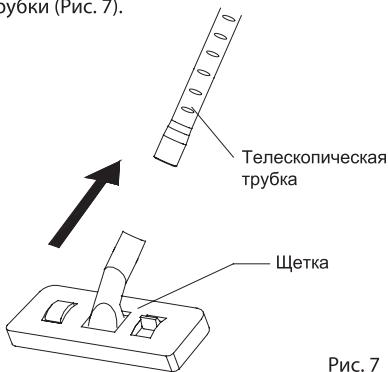

Рис. 7
3. Установите необходимую принадлежность для уборки на конечную часть телескопической трубы (Рис. 7).